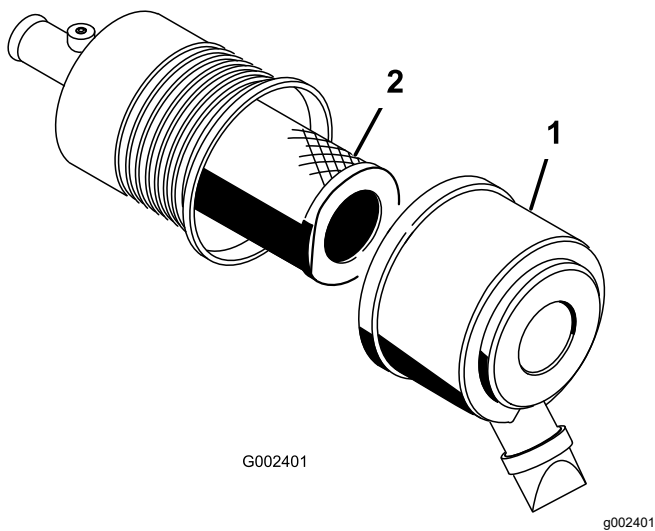

Figure 54
1. Desserrez les attaches qui fixent le couvercle sur le boîtier du filtre à air (Figure 54).
2. Déposez le couvercle du boîtier du filtre à air (Figure 54).
4. Déposez et remplacez le filtre (Figure 54).